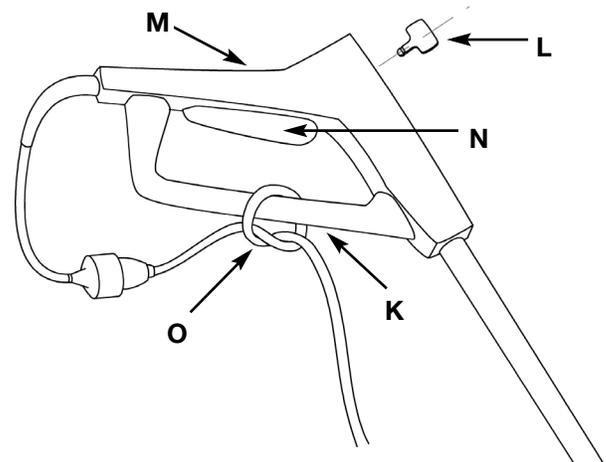

Figure 7
Afin d'éviter le débranchement de la rallonge du cordon d'alimentation pendant l'utilisation du chasse-neige, faites un noeud grossier dans la rallonge autour de la barre inférieure (K) du manche comme l'indique l'étape suivante (figure 7, élément O).
2. Branchez la rallonge à une prise murale. Insérez la clé (L) dans la fente située sur la partie avant de la poignée (M) (figure 7).
- 3.** Insérez la clé (L). Enfoncez le commutateur marche/arrêt (N), comme l'indique la figure 7. Relâchez le commutateur en relâchant la pression appliquée sur la poignée.